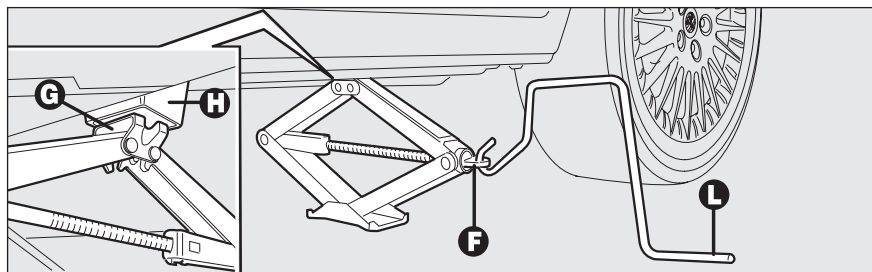

fig. 8
- ❑ azionare il dispositivo **F-fig. 8** in modo da distendere il cric, sin quando la parte superiore del cric **G** si inserisce correttamente all'interno del dispositivo di ritenuta **H**;
- ❑ inserire la manovella **L-fig. 8** per permettere l'azionamento del cric e sollevare la vettura, sino a quando la ruota si alza da terra di alcuni centimetri;